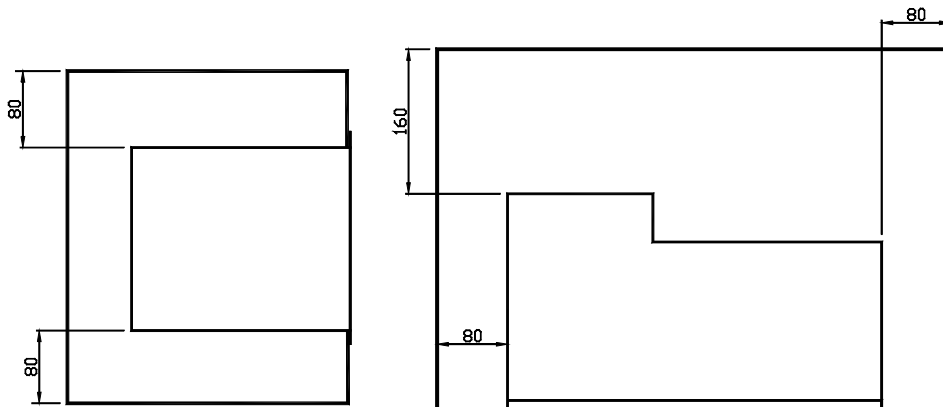

图 1.4
1) 为了保证系统散热良好，在安装时必须给系统四周留有足够的通风间隙，图 1.4 标出了留有通风间隙的最小尺寸。